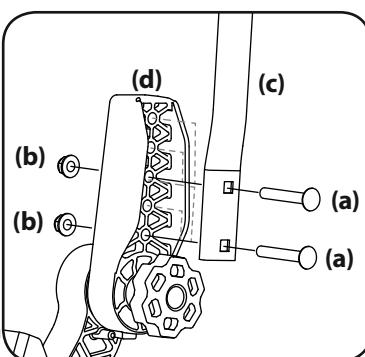

Figura 7
- Extraiga los dos tornillos de carro (a) y las dos tuercas de seguridad con brida (b) que sujetan la palanca de control de la transmisión de barra de seguridad (c) hasta el regulador de la palanca superior (d). Consulte la Figura 7.
- Mueva la palanca de control de la transmisión de barra de seguridad hasta una de las tres alturas disponibles y sujétela en su lugar con los tornillos del carro y las tuercas de seguridad de brida. Consulte la Figura 7.